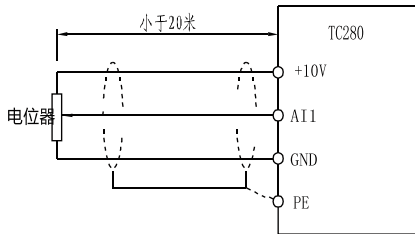
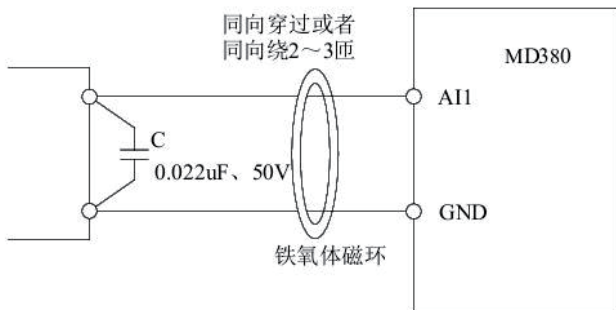

图 3-13 模拟量输入端子接线示意图
图 3-14 模拟量输入端子处理接线图
- a) 模拟输入端子：因微弱的模拟电压信号特别容易受到外部干扰，所以一般需要用屏蔽电缆，而且配线距离尽量短，不要超过 20m，如图 3-13。在某些模拟信号受到严重干扰的场合，模拟信号源侧需加滤波电容器或铁氧体磁芯，如图 3-14。